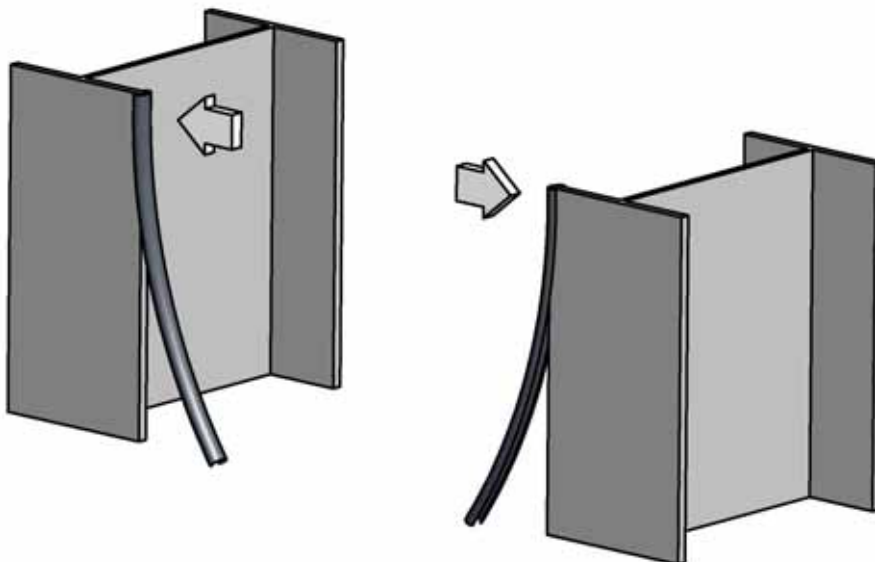

Abbildung 4, Kunststoffkantenschutz
2. Befestigen Sie die Kunststoffkantenschützer (B1) an den Innenkanten der Träger (Abbildung 4). Wenn Sie diese Kantenschützer aufgrund der Gebäudekonstruktion nicht verwenden können, ist es wichtig, scharfe Objekte und raue Oberflächen mit einem PVC-Band oder etwas Ähnlichem abzudecken.